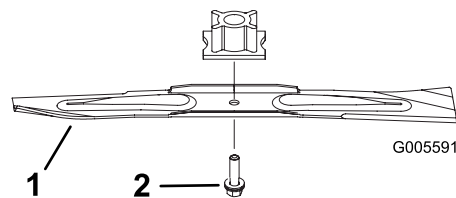

Bild 25
2. Entfernen Sie die Messerschraube und das Messer (Bild 25).